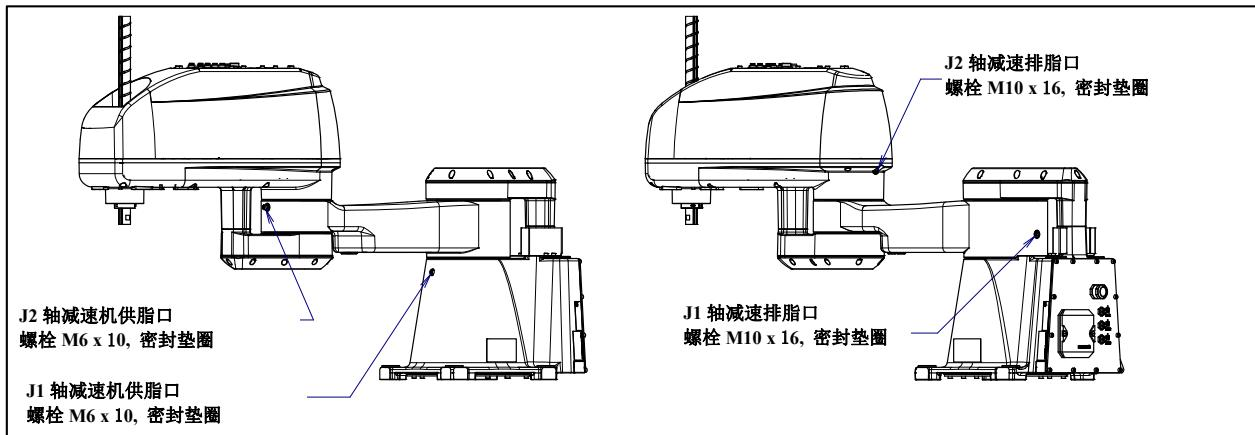

图 7.3.2 (a) J1, J2 轴减速机的润滑脂的更换
- 2 拆下供脂口、排脂口的密封螺栓。（图 7.3.2 (a)）